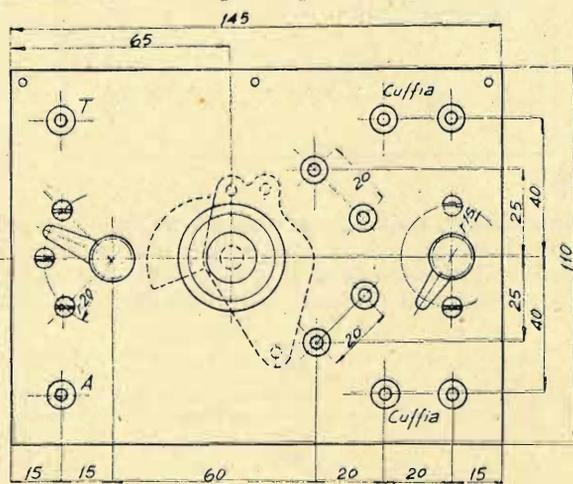

Fig. 2
**MONTAGGIO.** — Si procede innanzi tutto alla costruzione dell'induttanza nel modo più volte descritto nella Rivista, piegando il filo a guisa di anellino ove si deve fare la derivazione. Agli anellini corrispondenti alle varie derivazioni, che verranno a sporgere dal cilindro, si toglierà con cura, raschiandoli, il cotone della copertura. Indi, su una lastra di bachelite di conveniente spessore (circa 3 millimetri) ed in relazione al disegno di cui a fig. 2 si faranno le forature per le varie boccole, bottoni per commutatori, bracci dei commutatori ecc. A questo punto si procederà al fis-